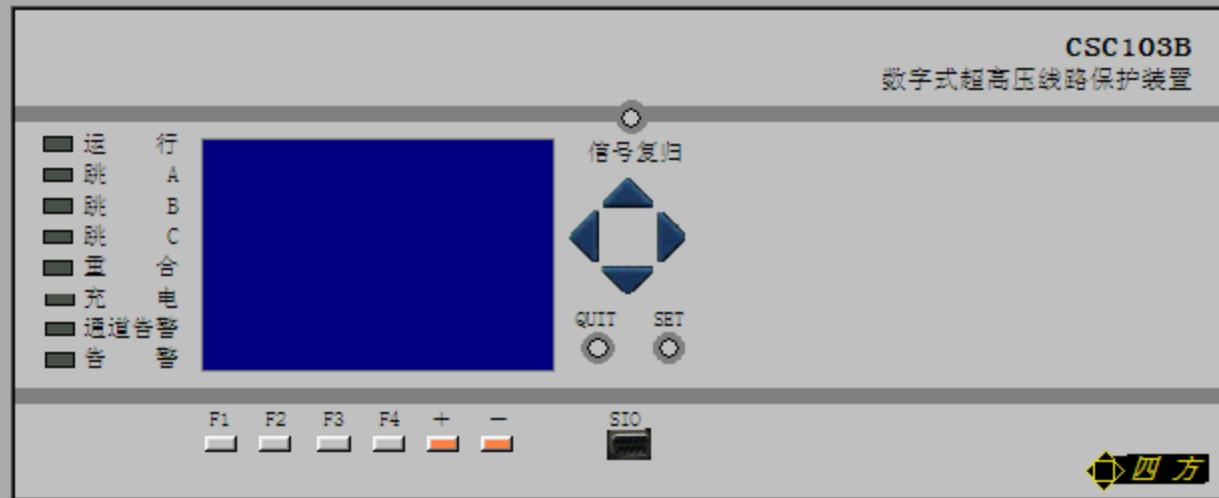

图2
3. 220kV仿一线的当前运行方式如图1所示,该线路保护装置为CSC-103, 如图2所示。如果220kV仿一线60%A相瞬时故障, 故障后该装置面板上状态为亮的信号灯有: ()